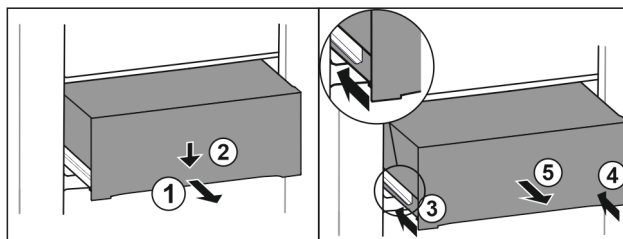

Fig. 104
- ▶ Вытяните выдвижной ящик наполовину. Fig. 104 (1)
- ▶ Вдавите выдвижной ящик в передней части вниз. *Fig. 104 (2)*
- ▶ Задвиньте левую направляющую прим. на 2 см. *Fig. 104 (3)*
- ▶ Задвиньте правую направляющую прим. на 2 см. *Fig. 104 (4)*
- ▶ Извлеките выдвижной ящик движением вперед. *Fig. 104 (5)*